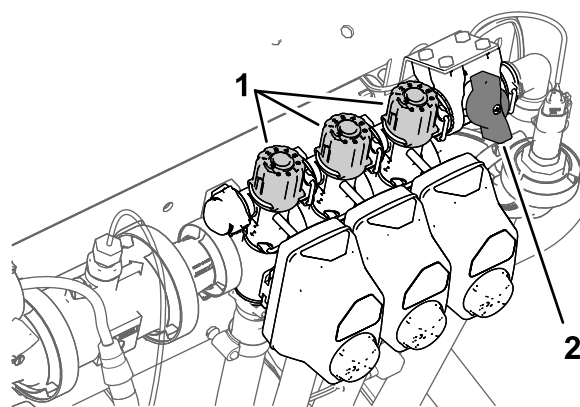

Рисунок 32
2. Выключите переключатель левой секции и отрегулируйте ручку перепуска левой секции (**Рисунок 32**) так, чтобы установить отображенную на дисплее норму внесения на прежний уровень в соответствии с таблицей.
4. Отрегулируйте ручку перепуска правой секции (**Рисунок 32**) так, чтобы установить отображенную на дисплее норму внесения на прежний уровень в соответствии с таблицей.
6. Отрегулируйте ручку перепуска средней секции (**Рисунок 32**) так, чтобы установить отображенную на дисплее норму внесения на прежний уровень в соответствии с таблицей.